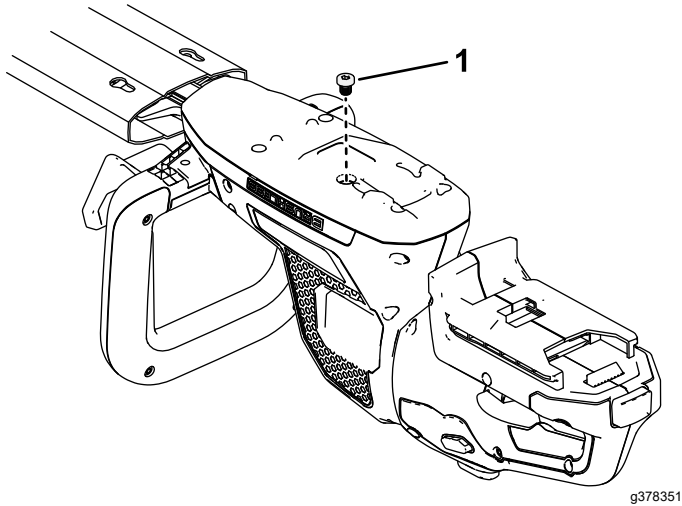

Bild 11
3. Entfernen Sie die Getriebeschraube mit einem Inbusschlüssel (Bild 11).